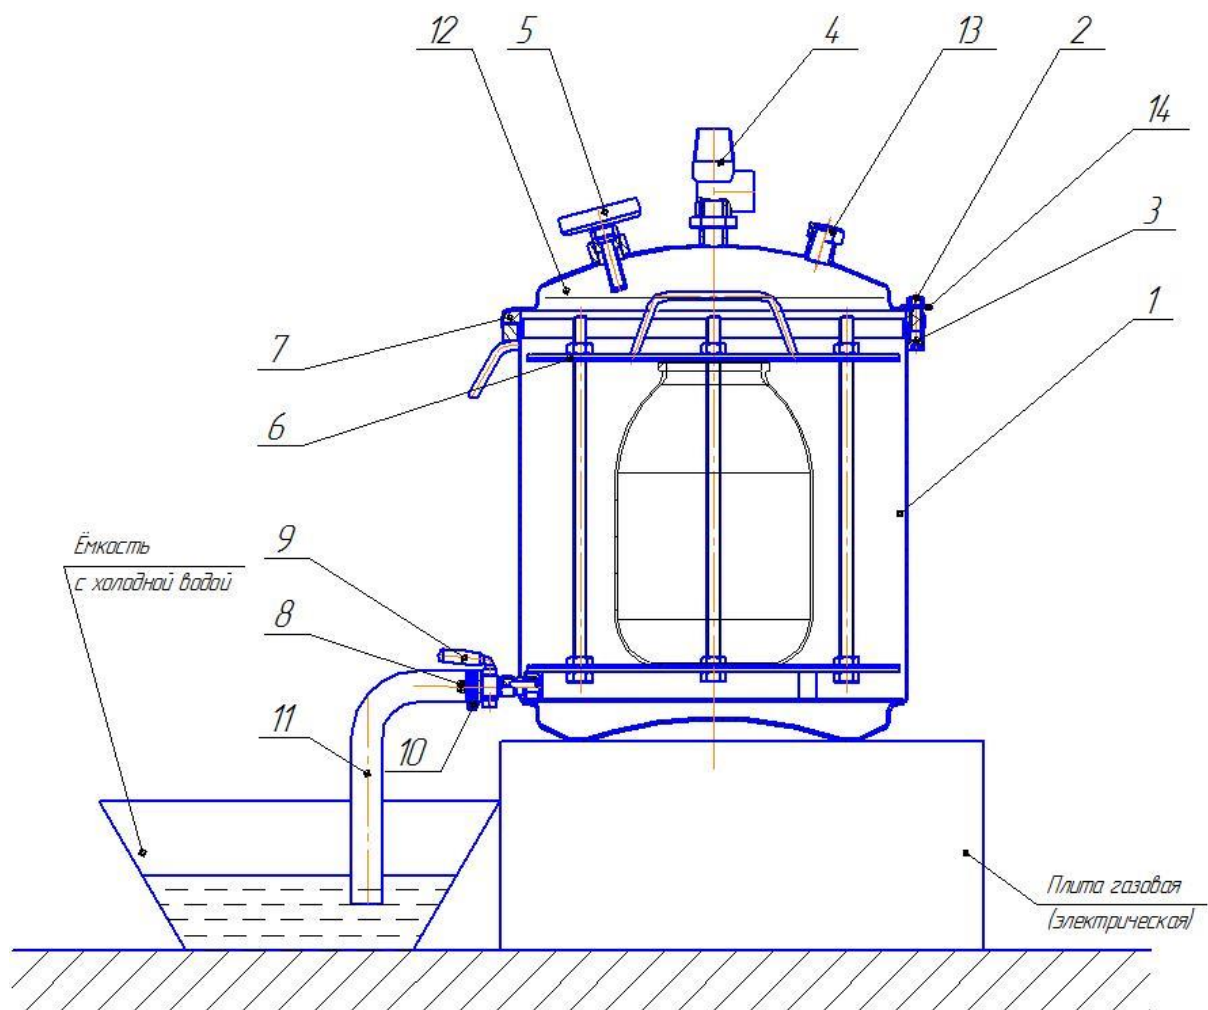
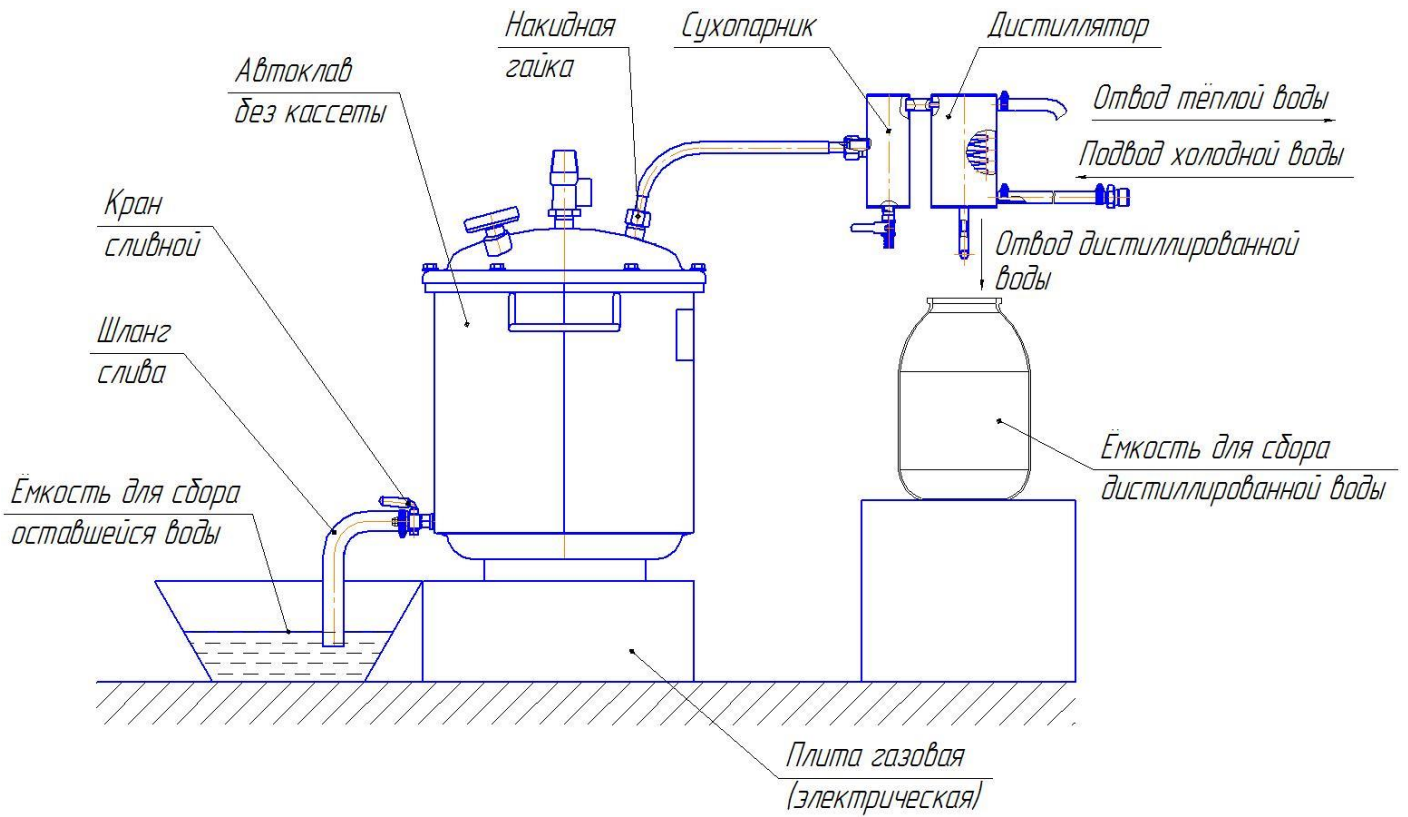
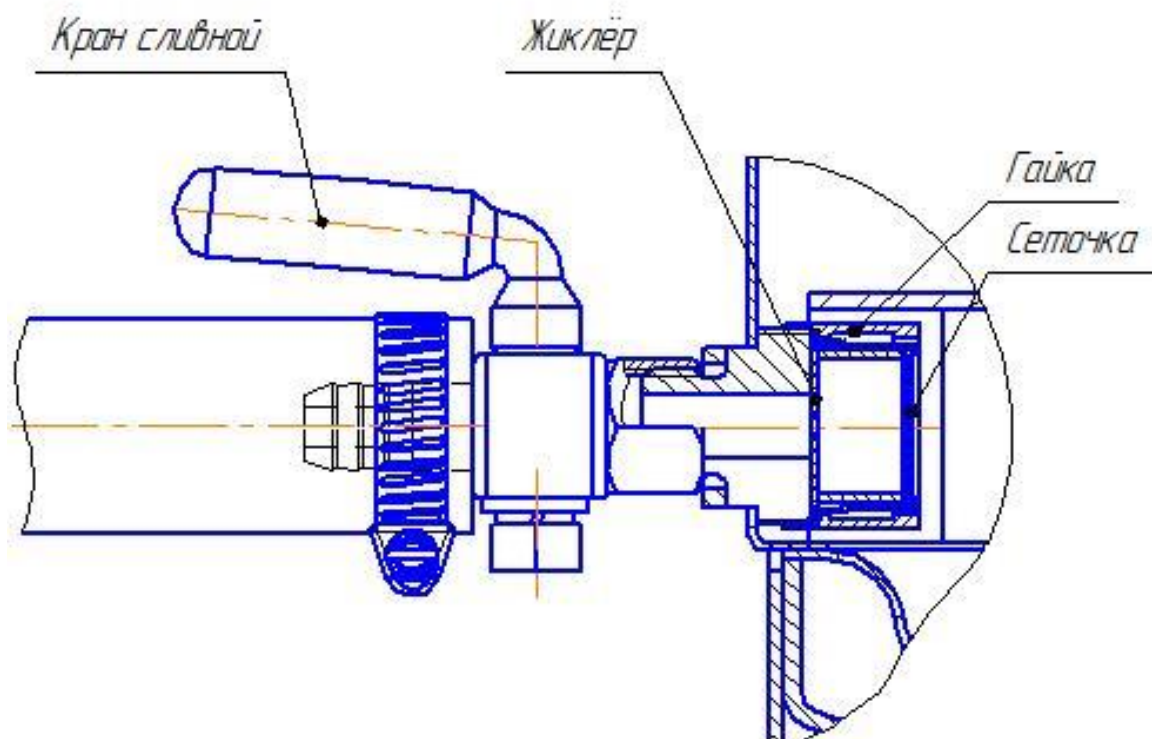

Рис. 1. Схема автоклава в сборе
Рис. 4 Автоклав в сборе с дистиллятором.
Рис. 5 Кран сливной
4.3. Для защиты от брызг и пара при сливе воды с температурой свыше 100 °С, конец шланга слива 11 (рис.1) опустить в ведро (или другую ёмкость) с небольшим количеством холодной воды (водяной затвор) и закрепить его (например, привязав шланг к ручке ведра), иначе возможны хаотичные движения шланга с выбросом пара и горячей воды во все стороны в первые минуты слива воды.
- не откручивать гайки 2 (рис. 1) крышки автоклава;
- при необходимости сбросить давление в автоклаве до полного прекращения выхода пара, повернув головку предохранительного клапана 4 (рис. 1) (для предотвращения попадания пара на руку надеть защитную перчатку);
- отвинтить гайки 2 (рис. 1) и снять крышку 12;
5.7. Снять крышку 12 (рис. 1), аккуратно опустить кассету с банками в корпус автоклава.
5.8. Налить в корпус 1 (рис. 1) воду из-под крана или другого источника, уровень воды должен быть на 2 см ниже верхней кромки корпуса.
5.9. Установить уплотнительное кольцо 7 на винты 3, затем на эти же винты установить крышку 12 (рис.1). Набросить на винты 3 шайбы 14 и, равномерно крест-накрест затягивая гайки 2 прижать крышку к корпусу.
5.13. Нагреть воду в автоклаве до температуры стерилизации. Поддерживать температуру стерилизации в течение времени, рекомендуемого в выбранном Вами рецепте. Контроль температуры осуществлять по стрелочному термометру 5 (рис.1), поддерживать её постоянной, регулируя силу пламени горелки. Время контролировать по часам.
- открыть кран 9 (рис.1) для слива воды, слив воды происходит через жиклер (рис. 5) за 20-30 минут (смотри пункт 4.3.).
5.15. После остывания автоклава до 95°C повернуть головку предохранительного клапана 6 (рис.1) не достигая щелчка, дождаться сброса давления в автоклаве. Эти действия позволят продолжиться процессам: слива воды и более интенсивному остыванию кассеты с банками.
5.17. Отвинтить гайки 2 (рис.1), снять крышку 12.
5.18. Вынуть кассету 6 (рис.1) из автоклава и установить в безопасное место для дальнейшего остывания.
5.21. В случае затруднения сброса воды, перед следующей стерилизацией необходимо промыть (продуть) жиклёр (рис. 5). Для этого: открутить гайку, извлечь сеточку, открыть кран, тщательно промыть отверстие жиклёра и сеточку проточной водой (продуть воздухом). После чистки и мойки, установить все в обратном порядке.
6.1. Убрать из автоклава кассету 6 (рис. 1).
6.5. Установить уплотнительное кольцо 7 на винты кольца 3, затем на эти же винты установить крышку 12 (рис.1). Набросить на винты 3 шайбы 14 и, равномерно крест-накрест затягивая гайки 2 прижать крышку к корпусу.
6.6. Собрать дистиллятор (рис. 4), при помощи накидной гайки соединить его с автоклавом, предварительно сняв заглушку с прокладкой 13 (рис. 1). Соединить дистиллятор трубкой с краном, а второй трубкой со сливом (раковина, ванна и т.п.) Проверить плотность всех соединений трубок и крышки автоклава.
6.11. При появлении пара из конца отводящей трубки открыть водопроводный кран и заполнить рубашку конденсатора водой до выхода её из сливной трубки (рис. 4).
6.12. При появлении первых капель дистиллированной воды из отводящей трубки (рис. 4) отрегулировать расход воды через конденсатор так, чтобы из отводящей трубки не выходил пар. Поддерживать постоянную температуру воды в корпусе автоклава, регулируя силу пламени горелки.
6.13. При получении необходимого количества дистиллированной воды необходимо выключить горелку и дождаться прекращения процесса кипения в автоклаве. При этом перестает капать вода из отводящей трубки (рис. 4).